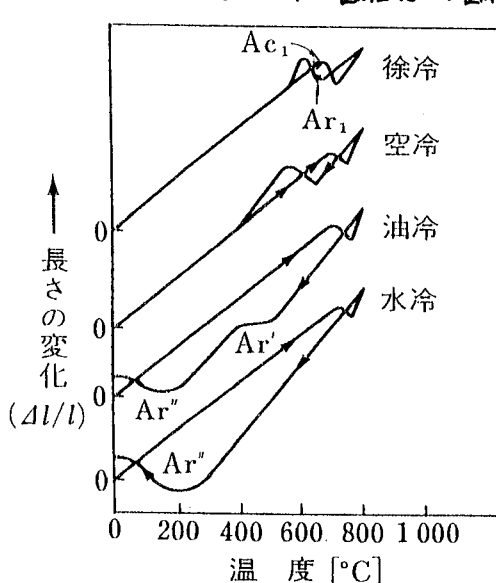

図1 共析鋼の冷却速度に対する長さの変化
(1) 図1は共析鋼を一樣なオーステナイト組織の状態から、冷却速度をかえて冷却したときの様子を示しています。オーステナイト領域から常温まで徐冷、空冷、油冷そして水冷した場合の組織変化をそれぞれ分かりやすく説明しなさい。